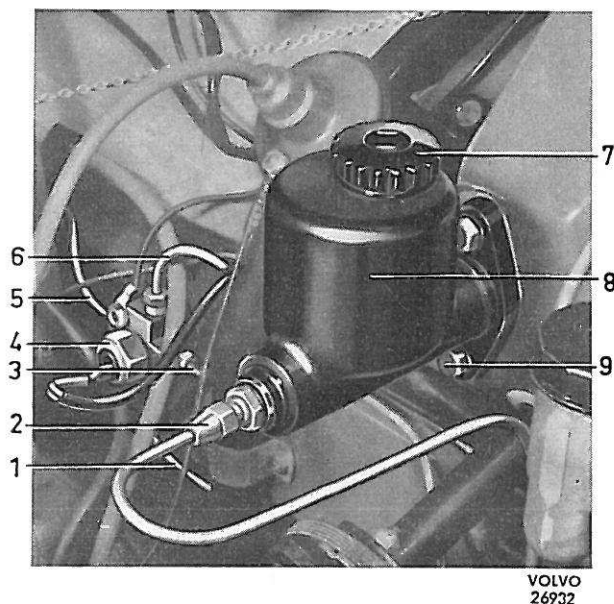

Fig. 39. Détail du système de freinage.
2. Débrancher le raccord (2, Fig. 39) de la canalisation de frein. Recueillir le liquide de frein qui s'écoule. Enlever les deux vis de fixation (9) du maître-cylindre. Déposer le maître-cylindre en le retirant avec précautions. Eviter de renverser le liquide de frein sur les parties peintes qui sont très facilement attaquables.